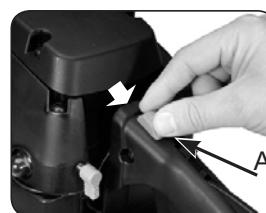
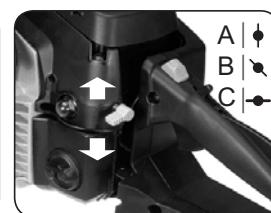

Abb. 7A
Abb. 7B
1. Um den Motor anzulassen, schieben Sie den roten STOP-Schalter nach oben (D) (Abb. 7A). Die Drossel hat drei Positionen: AUS (A), MITTELSTELLUNG (B) und EIN (C) (Abb. 7B).